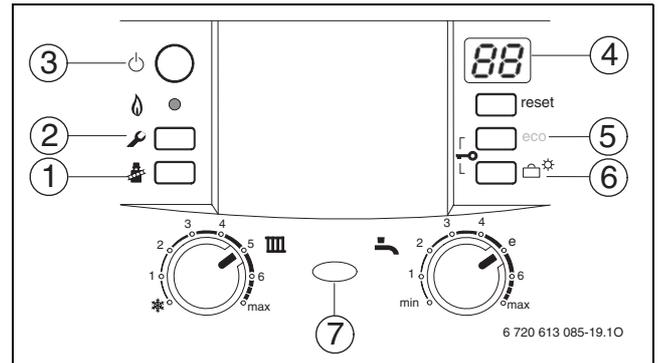

Fig. 44 Panoramica degli elementi operativi
- ▶ Premere più volte il tasto «eco» o il tasto funzione ferie (→ fig. 44) finché non viene visualizzata la funzione di servizio desiderata.
- ▶ Premere contemporaneamente i tasti «eco» e  (→ fig. 44) per 3 sec. (durante quest'operazione il display visualizza  finché il display non mostra nuovamente cifra, lettera, ad es. 8.A).
- ▶ Premere più volte il tasto «eco» o il tasto funzione ferie  (→ fig. 44) finché non viene visualizzata la funzione di servizio desiderata.
- ▶ Premere più volte il tasto «eco» o il tasto funzione ferie  (→ fig. 44) finché non viene visualizzato il valore desiderato della funzione di servizio.
- ▶ Tenere premuti contemporaneamente i tasti «eco» e  (→ fig. 44, pagina 35) per 3 sec. (il display visualizza  finché il display non visualizza una funzione di servizio del primo livello ad es. 1.A.